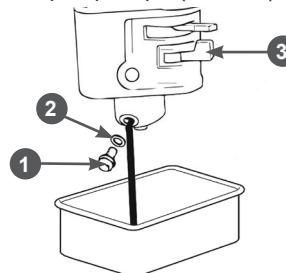

Рис. 33 Слив топлива с карбюратора
1. Установите рычаг топливного крана 3 (Рис. 33) в положение «ЗАКРЫТО».
2. Установите под карбюратор подходящую емкость 4 (Рис. 33).
3. Открутите болт 2 сливающего отверстия и слейте топливо из поплавковой камеры карбюратора (Рис. 33).